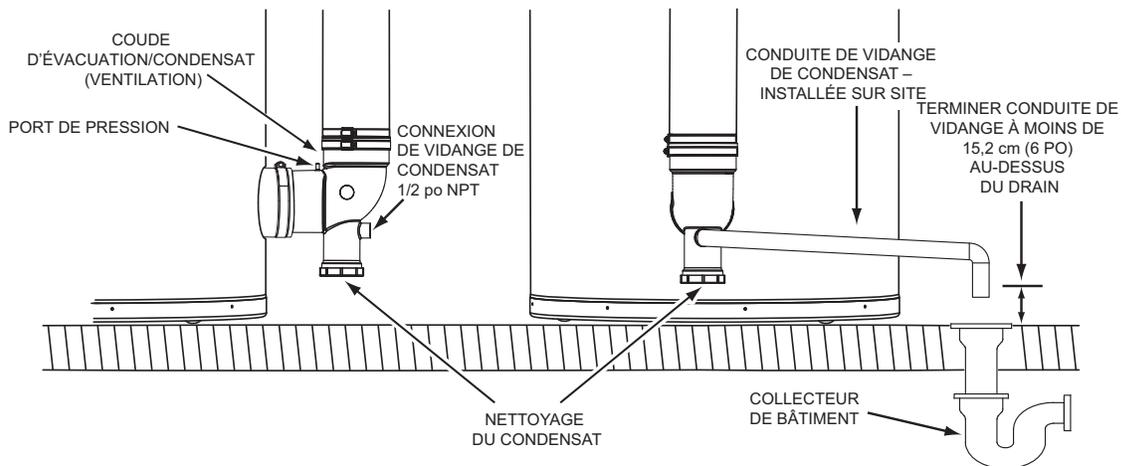

Figure 53. Installation de la vidange de condensat
2. Installer une conduite de vidange de condensat de 1/2 pouce en PVC entre le raccord de vidange de condensat sur le coude d'évacuation/condensat et un collecteur d'immeuble adapté. La conduite de condensat doit être inclinée vers un collecteur ouvert, voir **Figure 53**.
3. Terminer la tuyauterie de vidange de condensat par un coude au-dessus du collecteur. S'assurer que toute décharge sort de la conduite de vidange de condensat à moins de 15,2 cm (6 po) au-dessus d'un collecteur d'immeuble adapté, ou à l'extérieur du bâtiment. Voir la **Figure 53**.
4. S'assurer que le tuyau de vidange du condensat n'est pas élevé au-dessus du connecteur de vidange de condensat sur le coude d'évacuation/condensat. Voir la **Figure 53**.